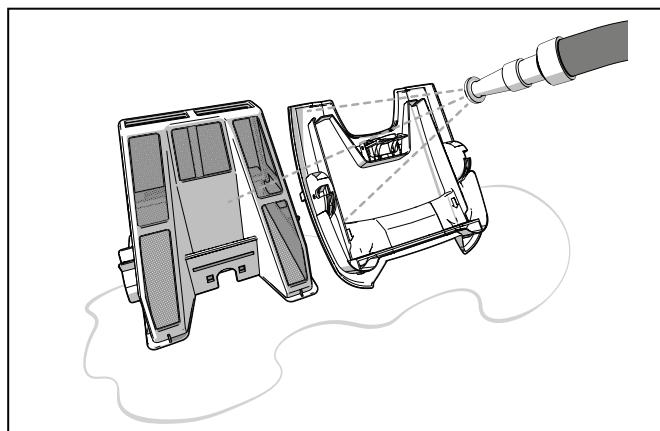

Figura 12. Enjuagar el depósito del filtro
5. Usando una manguera con agua limpia, enjuague el depósito del filtro y la tapa para eliminar todos(Figura 12).